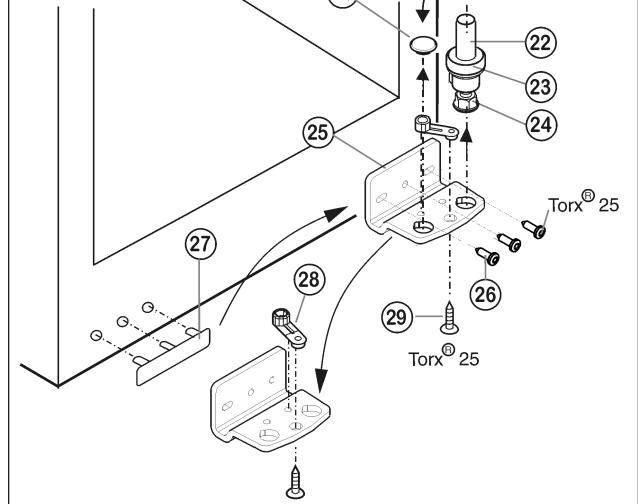

Fig. 5
- ▶ Зніміть, потягнувши догори, опорний гвинт Fig. 5 (22) у комплекті, разом з шайбою Fig. 5 (23) та установочною ніжкою Fig. 5 (24).
- ▶ Зніміть Fig. 5 (21) пробку.
- ▶ Відгвинтіть Fig. 5 (26) опорний кронштейн Fig. 5 (25).
- ▶ Відкрутіть Fig. 5 (29) опорну деталь Fig. 5 (28) і вставте в протилежний отвір опорного кронштейну, знову пригвинтіть.
- ▶ Обережно зніміть кришку з боку ручки Fig. 5 (27) і переставте на протилежний бік.
- ▶ Пригвинтіть опорний кронштейн Fig. 5 (25) на новий бік шарніра (з моментом 4 Нм). За потреби використовуйте викрутку з акумулятором.
- ▶ Знову вставте пробку Fig. 5 (21) в отвір, що залишився вільним.
- ▶ Встановіть на місце опорний гвинт Fig. 5 (22) у комплекті, разом з шайбою та установочною ніжкою. При цьому виступ фіксатора повинен бути спрямований назад.